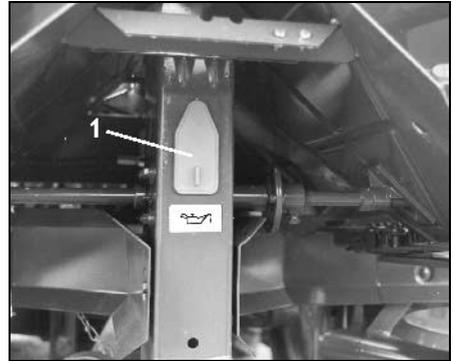

Fig. 35
- Rührwellen und Antriebskette reinigen und einfetten (Fig. 35/1).